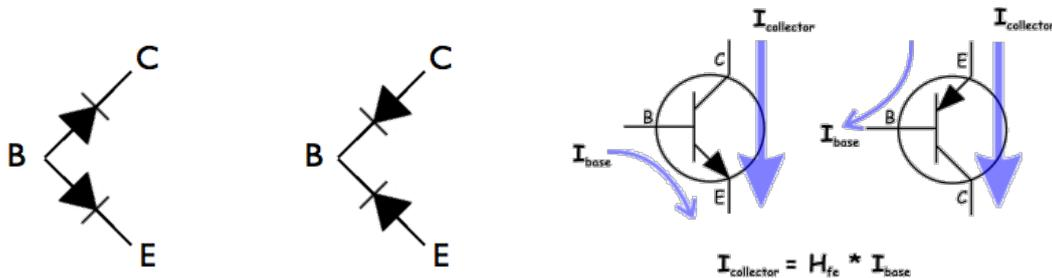

Figure 3: Jonctions pn d'un BJT de polarisation NPN et PNP (gauche), flux de courant dans un BJT NPN et PNP (droite).
- La jonction  $BE$  d'un BJT doit être en polarisation directe, mais il s'agit d'un BJT PNP: sa direction est donc contraire à celle du BJT NPN (voir figure 3). Lorsque vous branchez  $R_b$ , rappelez-vous que  $I_b$  doit circuler de l'émetteur vers la base, et qu'un courant négatif circule entre le collecteur et l'émetteur.
- La commande de l'interrupteur consiste à brancher  $R_b$  à la masse (signal **bas**) ou à  $V_{in}$  (signal **haut**). Le courant est bloqué dans le 2e cas, puisque la base est en court-circuit avec l'émetteur, et  $I_b = 0$  (voir figure 3 de droite).